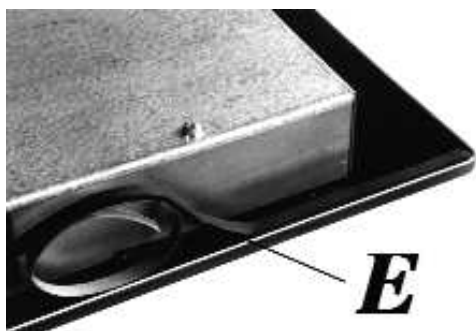

FIG. 9
- Vire a placa de cabeça para baixo e aplique corretamente o lado adesivo da fita de vedação "E" (fig. 9) em baixo da borda da placa de maneira que o lado exterior da fita de vedação coincida perfeitamente com a borda do perímetro exterior do vidro. As pontas das tiras devem coincidir perfeitamente sem sobreposição.